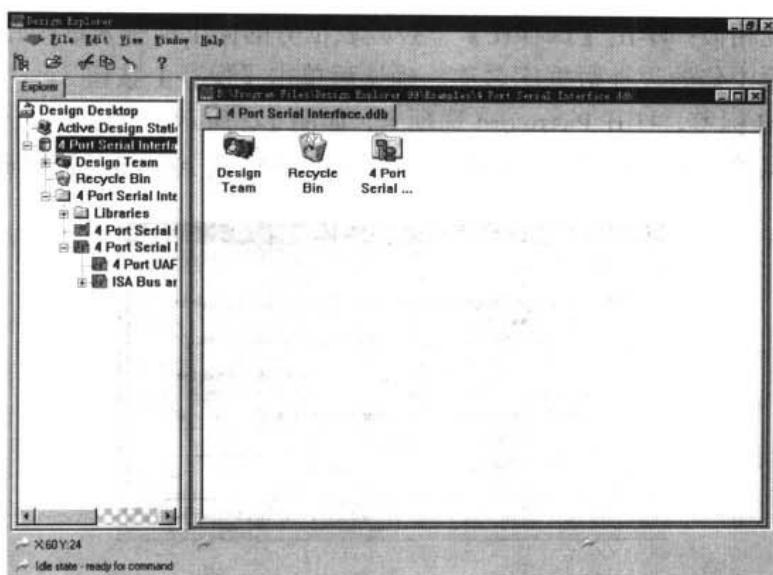

图 1-4 打开设计数据库后的 Protel 99 SE 显示界面
- (3) 选择后单击【打开】按钮，设计文件就会被载入 Protel 99 SE 系统。例如，现在选择了 Examples 目录下的 4 Port Serial Interface.ddb 文件，则 Protel 99 SE 的显示界面将如图 1-4 所示。